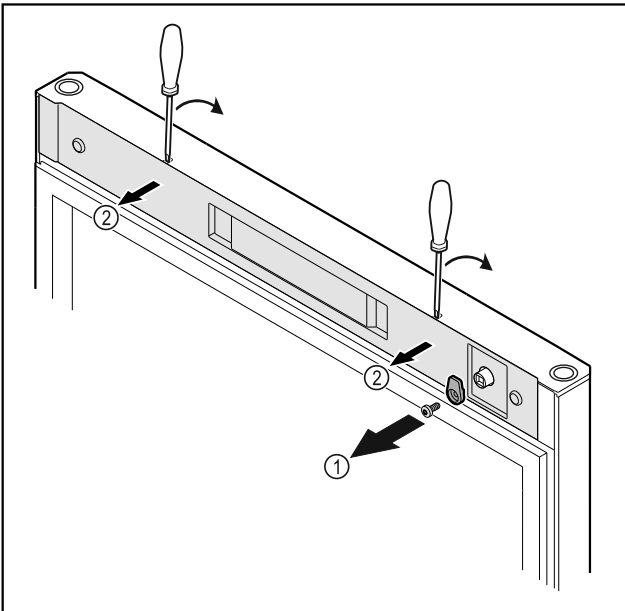

Fig. 22
- ▶ Відкрутити запірний гачок Fig. 22 (1).
- ▶ За допомогою малої викрутки зніміть з фіксатора кришку Fig. 22 (2) і видаліть.